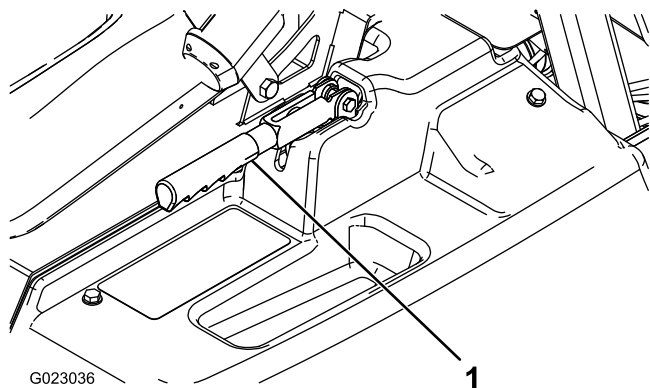

Bild 36
2. Lockern Sie die Stellschraube, mit der das Handrad am Feststellbremshebel befestigt ist (Bild 36).